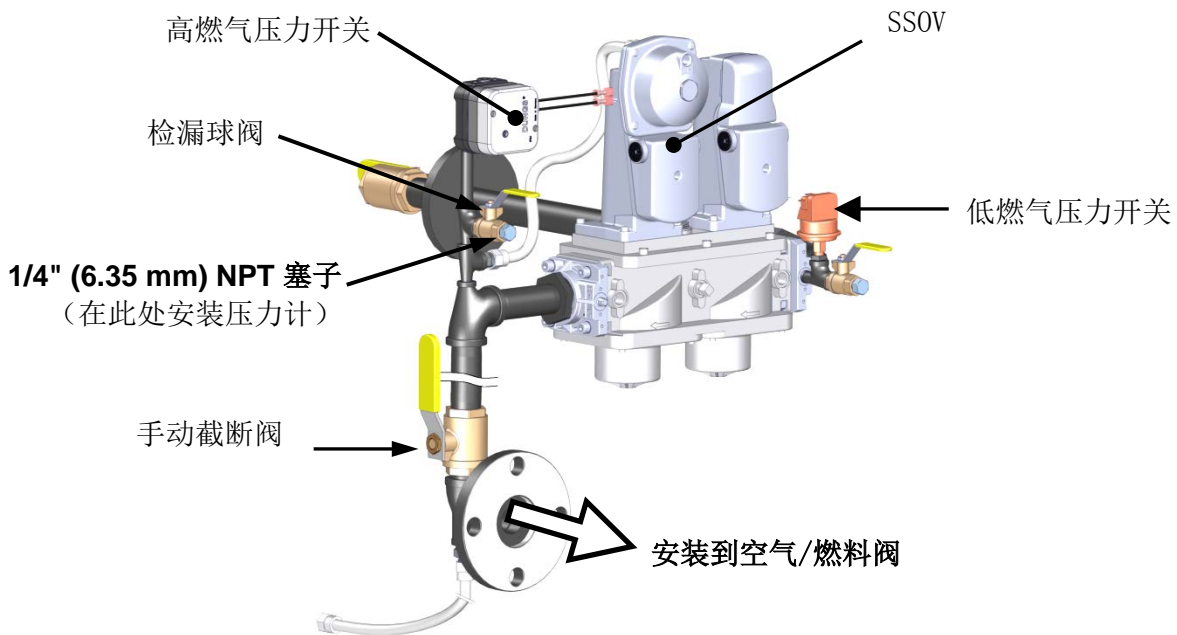

图 4-1. 1/4 英寸燃气塞位置 (所示为部件号为 22282 的燃气管路)
3. 从安全截断阀 (SSOV) 下游的检漏球阀取下 1/4 英寸 NPT 管塞，如图 4-1 所示。